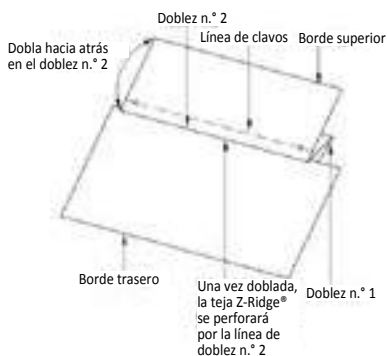

Figura 5
- Aplica seis gotas de 1" (25.4 mm) de sellador para techos de poliuretano y tapajuntas (debe cumplir con ASTM C920), de aproximadamente 1/2" (13 mm) de diámetro, en la parte de abajo de cada teja de cumbrera en las ubicaciones que se muestran en la Figura 5.
(Figura 5)